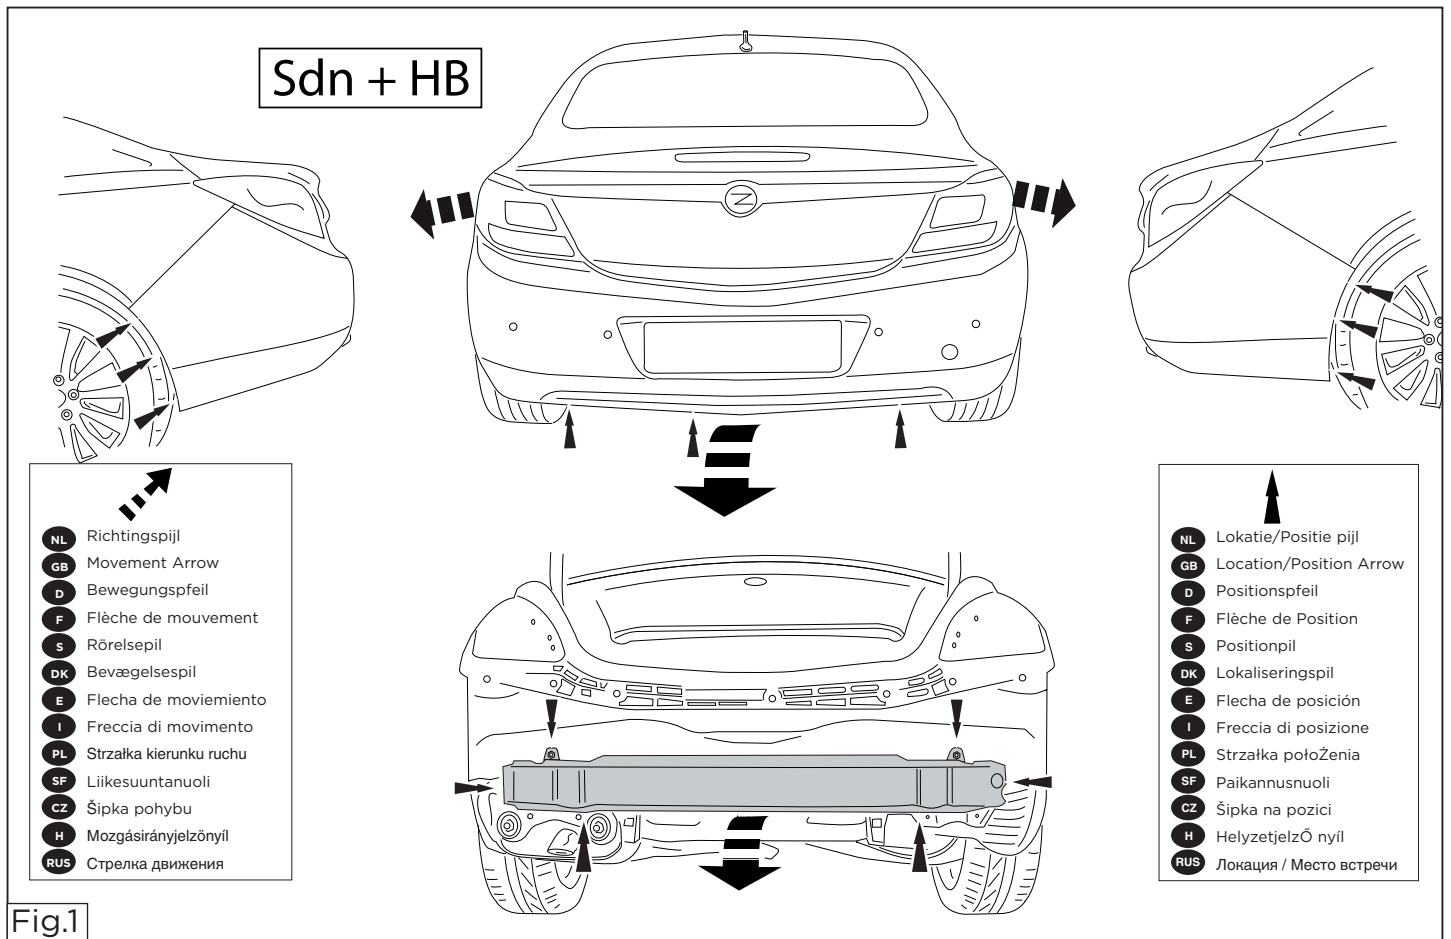

Fig.1
2. Remove the bumper and the steel buffer beam from the vehicle. The buffer beam will no longer be needed. See figure 1 + 2a.
2. Die Stoßstange einschließlich des stählernen Stoßbalkens vom Fahrzeug abmontieren. Der Stoßbalken wird nicht mehr benötigt. Siehe Abbildung 1 + 1a .
2. Déposer le pare-chocs du véhicule y compris la traverse en acier la traverse ne sera plus utilisée. Voir la figure 1 + 1a.